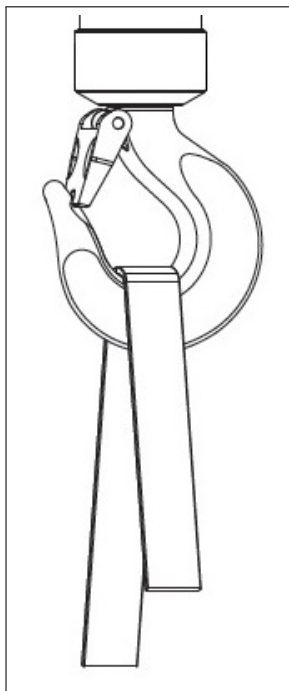

Abbildung 11: Last sicher anschlagen
- Anschlagmittel an der tiefsten Stelle des Hakens eingehängen. Niemals die Hakenspitze belasten (↔ Abbildung 11).